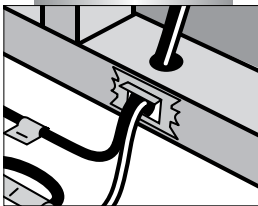

Fig. 1
- Install guard plate as shown in Figure 1.
- Installer la plaque de protection de la façon indiquée à la figure 1.